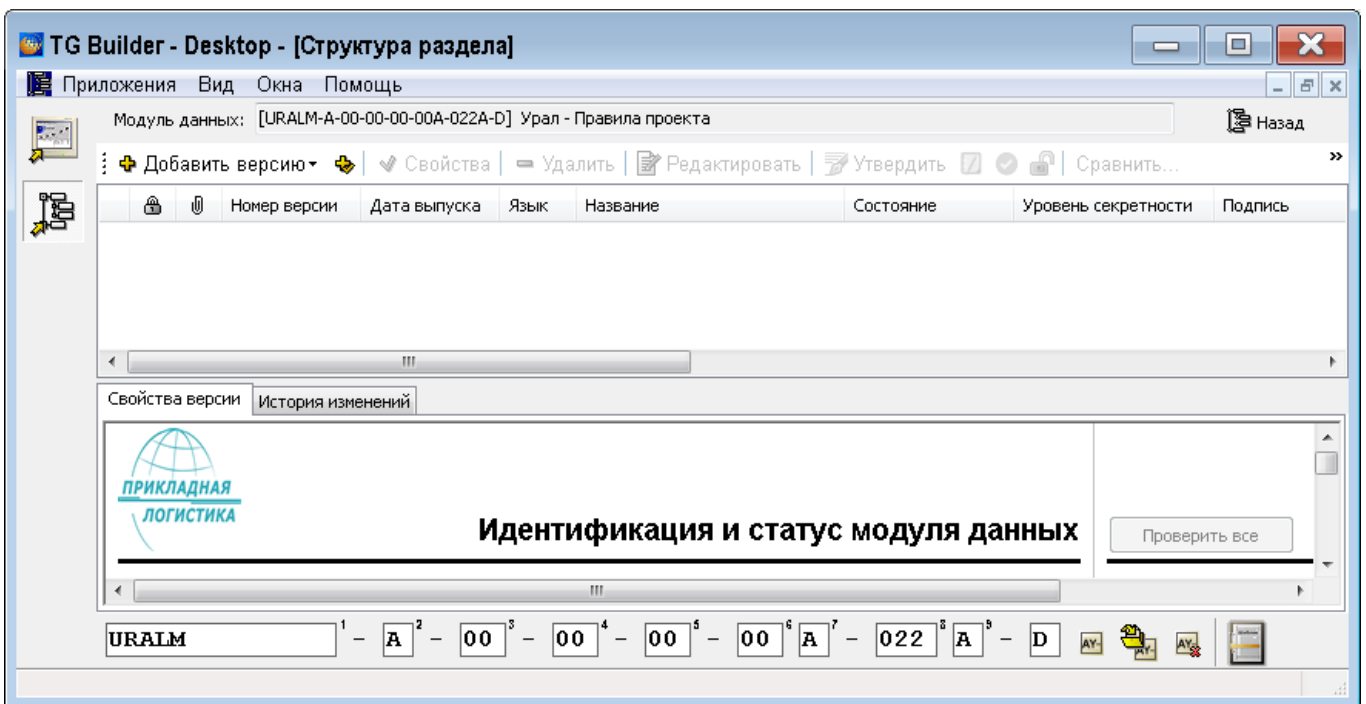

Рисунок 966
5) Выделите модуль данных. Войдите в редактор версий модуля данных, выбрав инструмент **Редактировать** в правой части диалогового окна **Структура раздела** или щелкните два раза левой кнопкой мыши по прямоугольнику элемента. Открывшееся диалоговое окно редактора версий состоит из двух окон (рисунок 966).